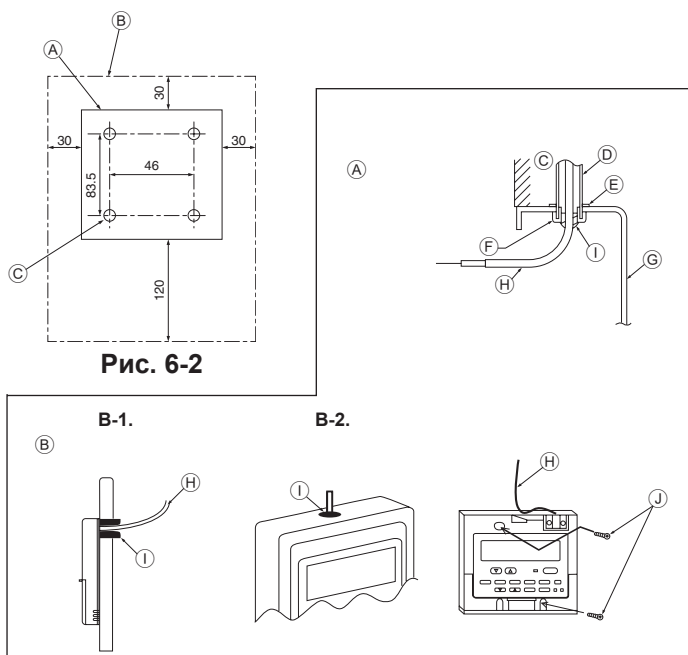

Рис. 6-3
- (A) Пульт дистанционного управления в разрезе
- (B) Требуемое свободное пространство вокруг пульта дистанционного управления
- (C) Шаг установки
(2) Замажьте сервисный вход в пульт дистанционного управления замазкой для предотвращения попадания капель росы, воды, а также тараканов или червей. (Рис. 6-3)